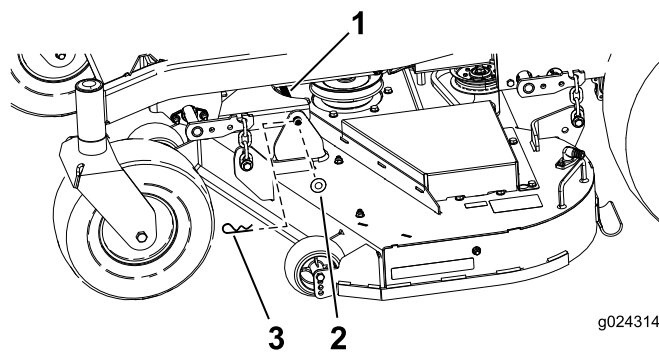

Figura 75
1. Rimuovete la coppiglia e la rondella che fissano il perno d'attacco lungo al telaio e al piatto; rimuovete la barra d'attacco (Figura 75).
9. Fissate il perno d'attacco con le coppiglie e le rondelle rimosse in precedenza (Figura 75).